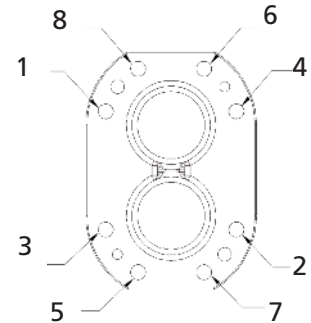

Figura 10. De secuencia de pernos de apriete
5. Apriete el tornillo como por la secuencia de tornillo mencionados en la figura 10.